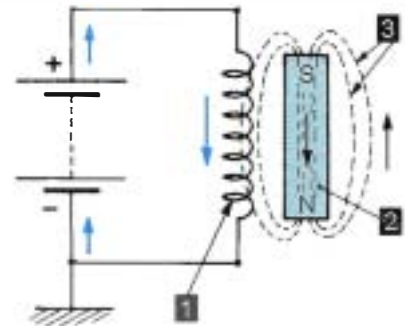

Figure 21.2 • Création d'un champ magnétique.
- qu'un courant qui circule dans une spire produit autour d'elle un champ magnétique inducteur (figure 21.2) ;